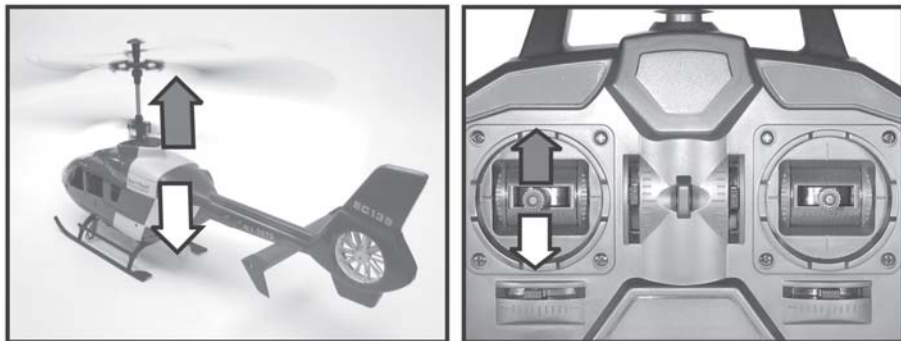

Figure 9
La fonction Pas permet de régler la hauteur de vol de l'hélicoptère (voir fig. 9). La commande s'effectue au moyen du levier de commande de gauche (voir également fig. 1, pos. 11).